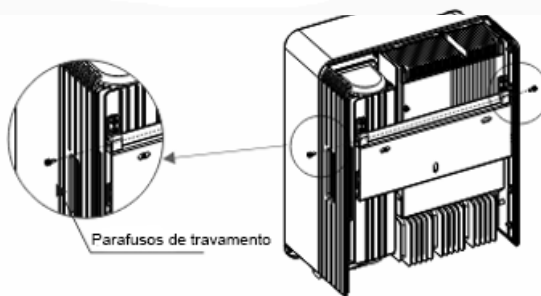

Figura 2.3 Suporte de montagem na parede
4. Levante o inversor (tenha cuidado para evitar choque elétrico) e alinhe o suporte traseiro do inversor com a seção convexa do suporte de montagem. Pendure o inversor no suporte de montagem e certifique-se de que o inversor esteja seguro (veja a Figura 2.3).